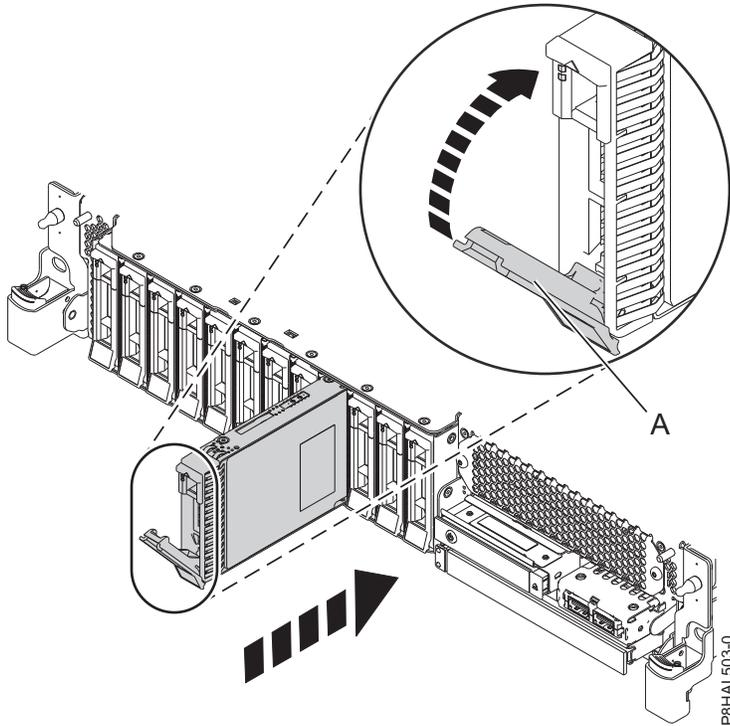
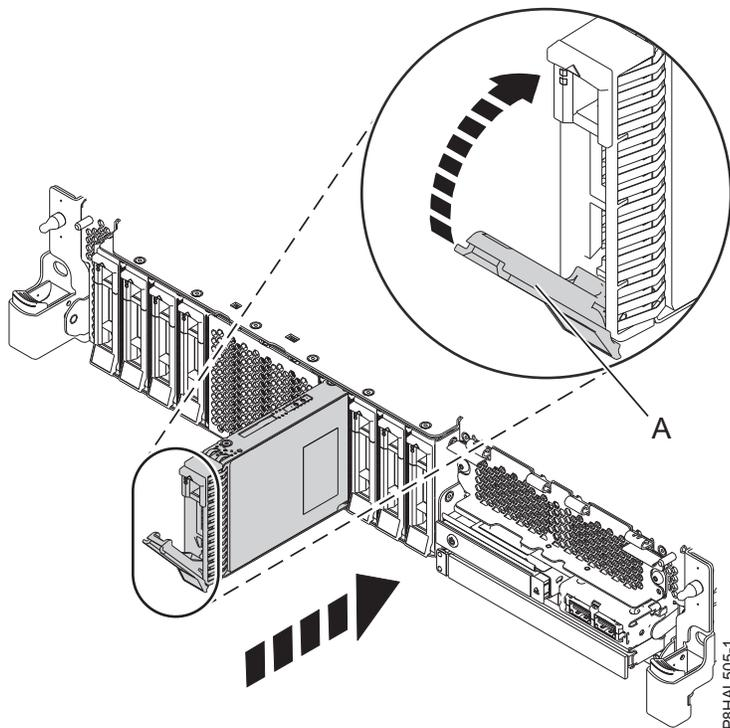

Abbildung 23. Plattenlaufwerk in einem System mit Basisfunktionen installieren
Abbildung 24. Plattenlaufwerk in einem System mit erweiterten Funktionen installieren
4. Entriegeln Sie den Griff (A) des Laufwerks, indem Sie ihn zusammendrücken und zu sich hin nach außen ziehen. Wird der Griff nicht ganz nach außen gezogen, lässt sich das Laufwerk nicht in das System einschieben. Siehe Abb. 23 auf Seite 28 und Abb. 24 auf Seite 28.
9. Wenn die Kennzeichnungs-LED leuchtet, ohne zu blinken, schieben Sie das Laufwerk ganz in das System ein und drücken den Griff des Laufwerks (A) ein, bis er einrastet. Siehe Abb. 23 auf Seite 28 und Abb. 24 auf Seite 28.